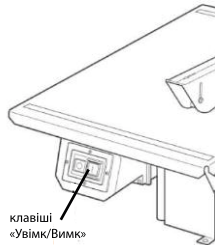

Рисунок 8. Схема панелі клавіш «Увімк/Вимк».
5.1.3 Увімкнення та вимкнення виробу (Рис. 8).